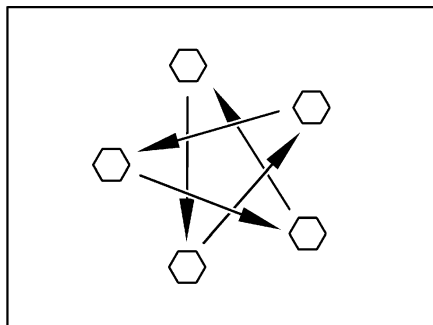

Fig. 158 Apretar las tuercas o los tornillos de las ruedas en forma de cruz
- Comprobar periódicamente que las tuercas o tornillos de las ruedas estén firmemente apretados. Reajustar en forma de cruz (Fig. 158) las tuercas o tornillos después de cambiar una rueda, al cabo de 50 km.
- ▶ Apretar en forma de cruz las tuercas o los tornillos de las ruedas (Fig. 158).